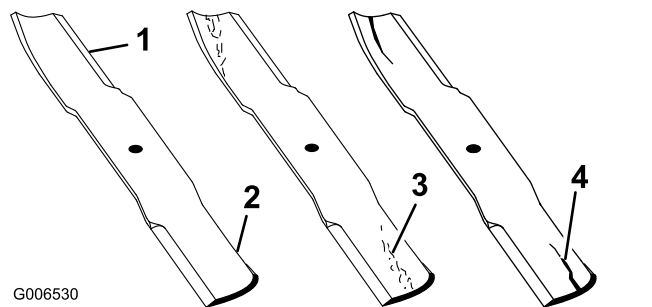

図 81
1. 刃先の部分を点検する 図 81。
4. ひび、磨耗、割れの発生などがあれば、直ちに新しいブレードに交換する 図 81。